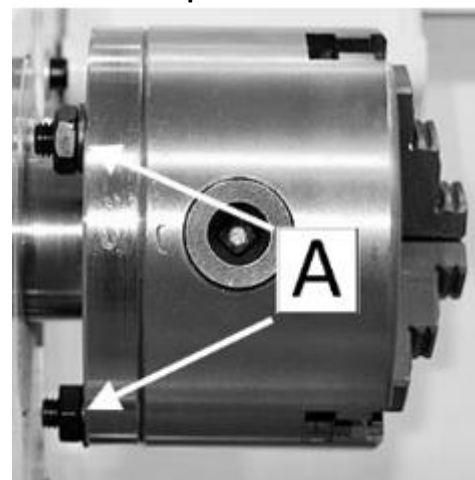

Рис.19
Крепежное устройство шпинделя передней бабки имеет цилиндрическую форму. Ослабьте три установочных болта с гайками (А, Рис.19, показаны только два) на фланце токарного патрона, чтобы снять патрон. Установите новый патрон и
3. Ослабьте фиксирующий винт (B, Рис.19) на большой гитаре.
4. Отведите рейку с шестернями (C, Рис.19) вправо, выведя шестерни из зацепления.
5. Открутите гайку (D, Рис. 19) ходового винта или гайки (E, Рис. 19) с болтов большой гитары, чтобы снять зубчатые колеса спереди.